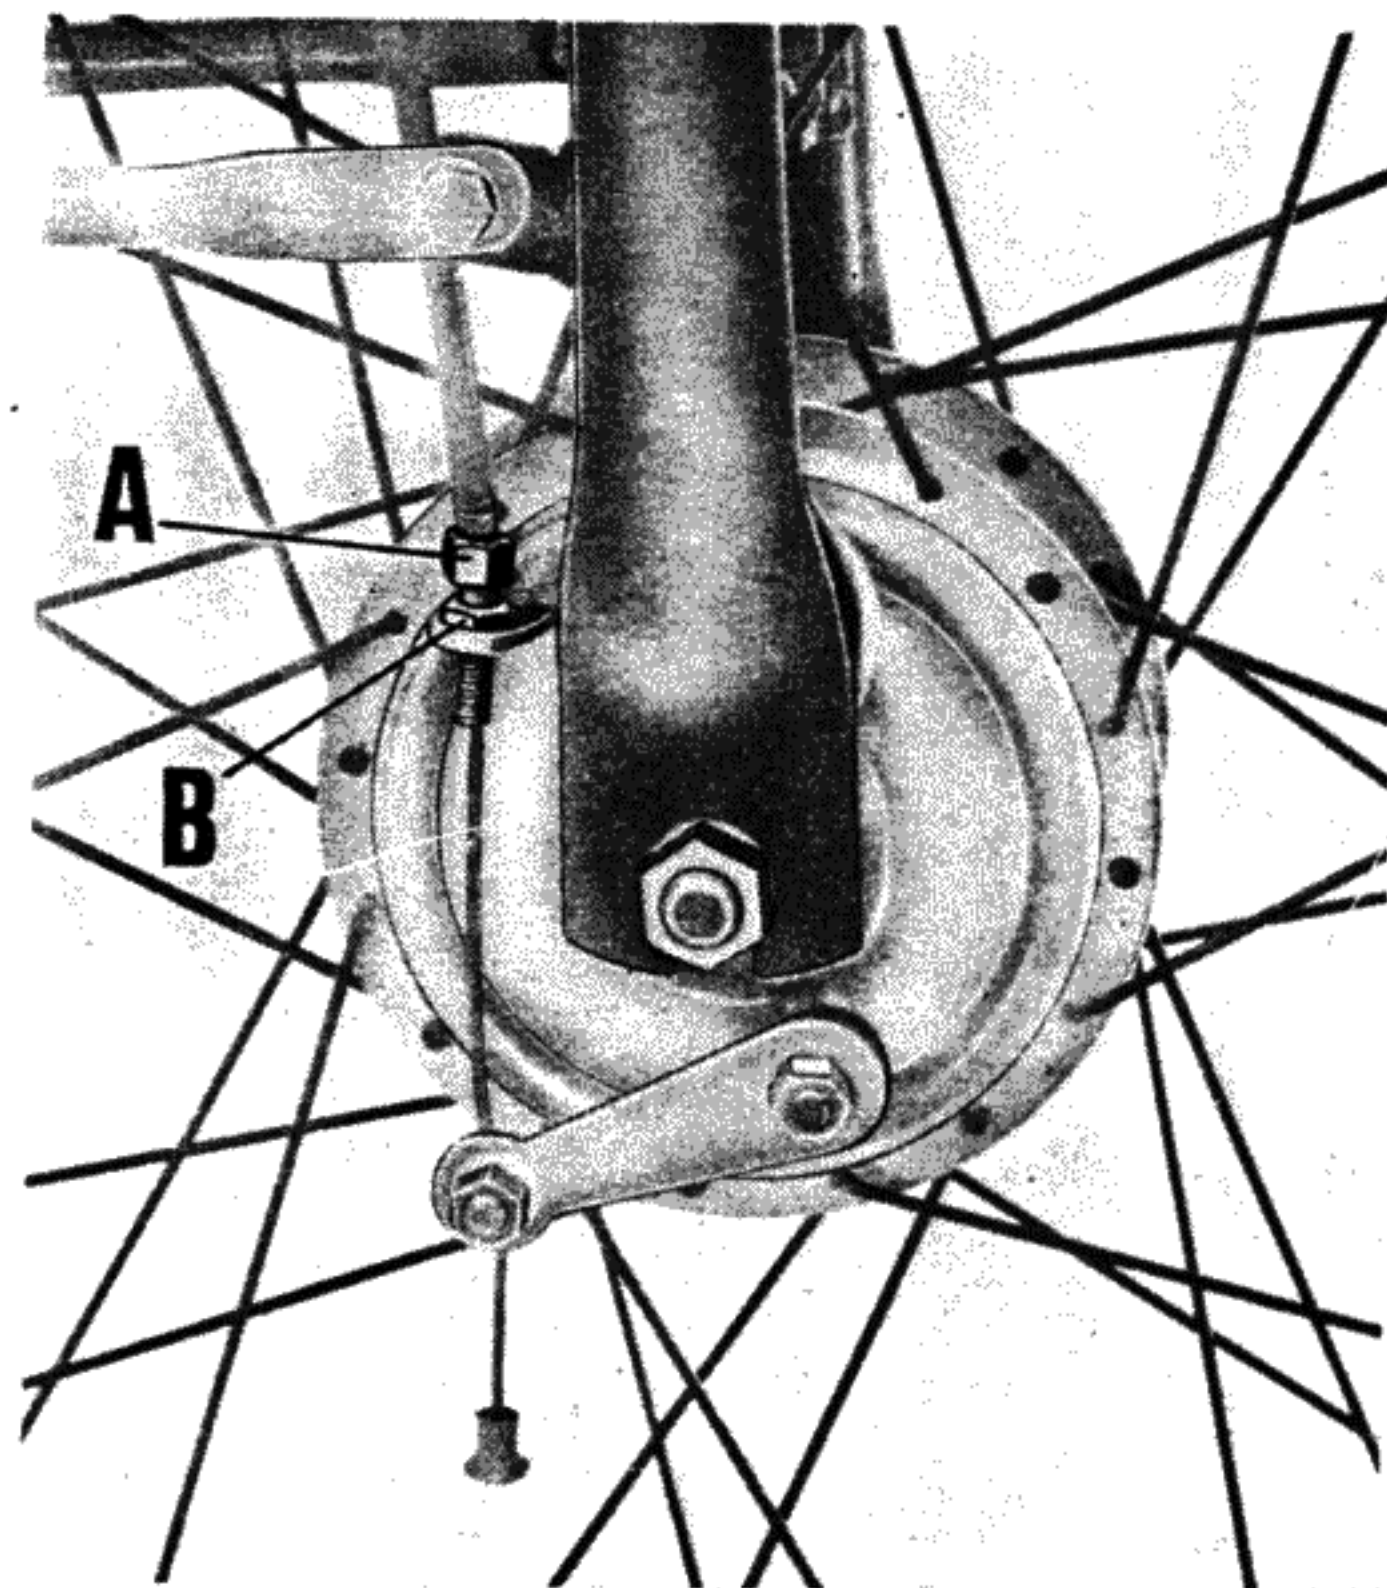

Fig. 14
Per questa registrazione bisogna agire sul bullone (A) con controdado (B) di fig. 14 che si trovano sul disco porta ceppi. Per eliminare l'eccessivo giuoco si allenti detto bullone dopo aver svitato il controdado.